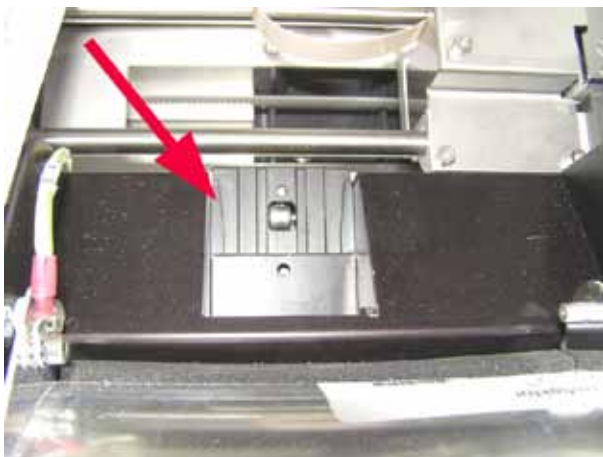

Fig. 47
- Rampa dispensa vetrini (→ "Fig. 47")
La rampa deve essere pulita (→ "Fig. 47").